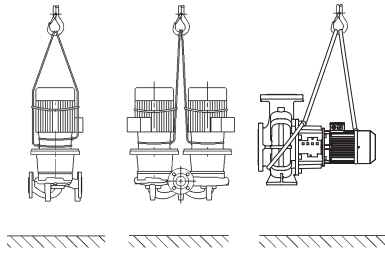

Fig. 6: Транспортування насоса
- Транспортувальні вушка на двигуні призначені при цьому лише для направлення під час підймання вантажу (Fig. 6).